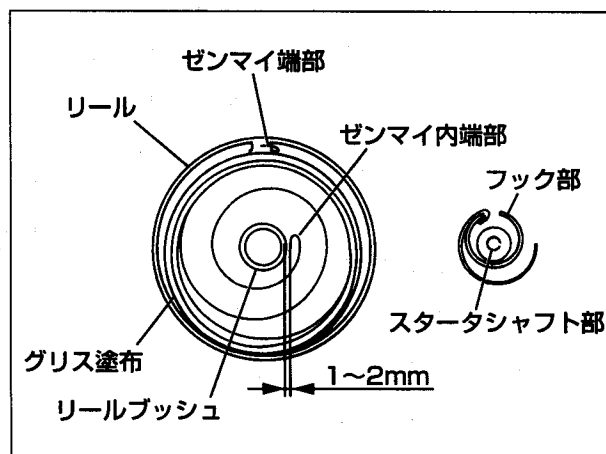
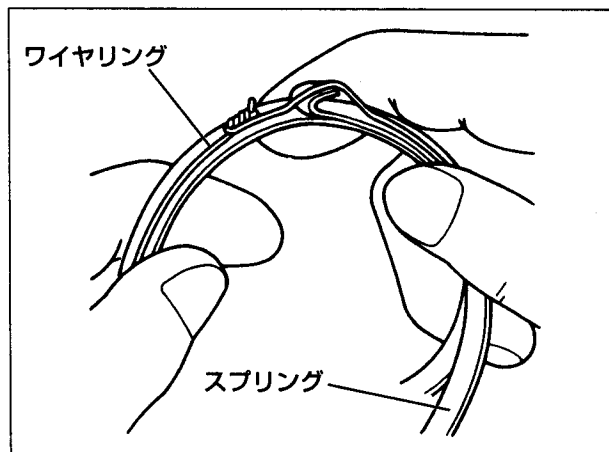

図4
図6
リールを取外す場合は、スパイラルスプリングが引っ掛ったまま取外され飛び出す事があり、危険ですのでスパイラルスプリングが外れる様にリールを左右に軽く回しながら、ゆっくり取り出してください。(もし、スパイラルスプリングが飛び出した場合は図6の要領でスパイラルスプリングを納めてください。)
- (2) スパイラルスプリングがリール側の収納部に確実にセットされている事を確認してから、図4の様にフック部が確実に引っ掛かる様に、スパイラルスプリング内端部とリールブッシュ部の間を1~2mmの位置になる様成形してください。
細目の針金でスパイラルスプリングの収納部より小さ目の輪を作り、図6の様にスパイラルスプリングの外端を輪の一部に掛けて巻き取り、スパイラルスプリング収納部に収めスパイラルスプリングが浮き出さない様に指で押さえながら静かに輪を取外してください。輪はドライバー等の先で、こじると容易に取外せます。尚、スパイラルスプリングの収納方向を間違えぬ様、図4を参照してください。